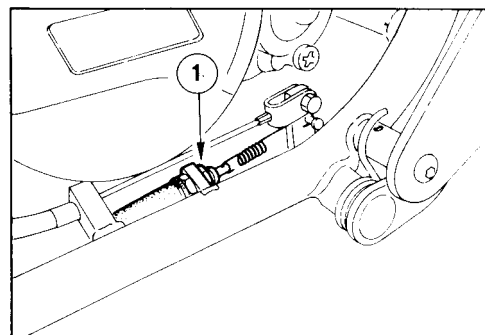

Fig. 17
- Verificare quindi il corretto funzionamento della luce stop. Qualora si rendesse necessaria una regolazione, registrare la posizione dell'interruttore stop mediante gli appositi dadi (1-fig. 17).